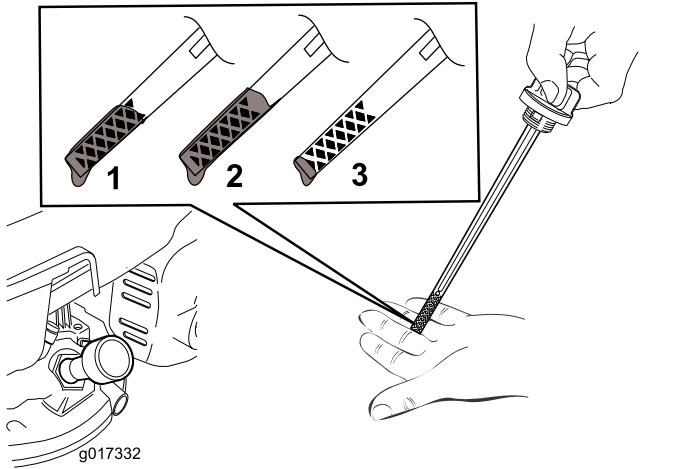

Figura 12
5. Para determinar o nível de óleo adequado na vareta, consulte a Figura 12.
Nota: Encha o cárter do motor com óleo até a vareta indicar que o nível de óleo do motor está correto, como se mostra na Figura 12. Se encher demasiado o motor com óleo, retire o óleo em excesso, como indicado em Substituição do óleo do motor \(página 15\).